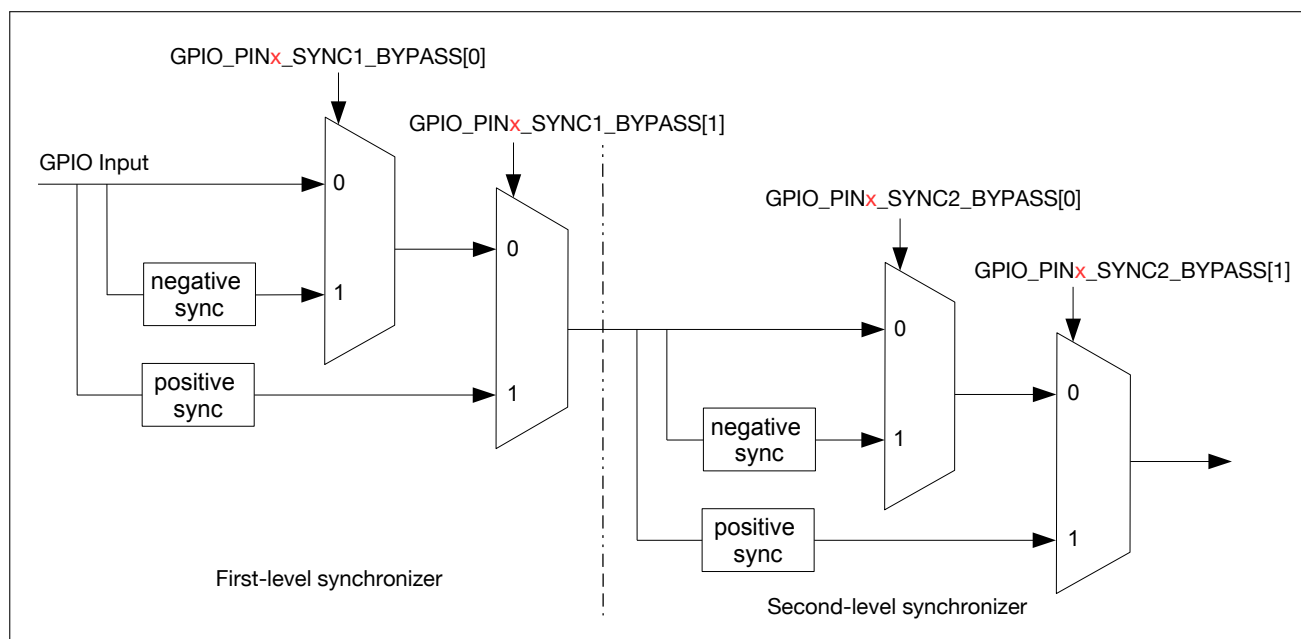

图 8.4-1. GPIO 输入经 HP IO MUX 运行时钟上升沿或下降沿同步
HP GPIO 交换矩阵支持信号同步功能。GPIO SYNC 模块的功能如图 8.4-1 所示。其中，negative sync 为 GPIO 输入经过 HP IO MUX 运行时钟的下降沿同步，positive sync 为 GPIO 输入经过 HP IO MUX 运行时钟的上升沿同步。
同步器 (synchronizer) 默认关闭同步功能。但如果一个异步外设信号连接到管脚时，该信号应通过两级同步器（即图 8.4-1 中的 first-level synchronizer 和 second-level synchronizer）进行同步，以减小亚稳态产生的概率。
- 如图 8.4-1 所示，配置 `GPIO_PIN $x$ _SYNC1_BYPASS` 使能输入信号在第一级同步中为上升沿或下降沿同步。
- 如图 8.4-1 所示，配置 `GPIO_PIN $x$ _SYNC2_BYPASS` 使能输入信号在第二级同步中为上升沿或下降沿同步。